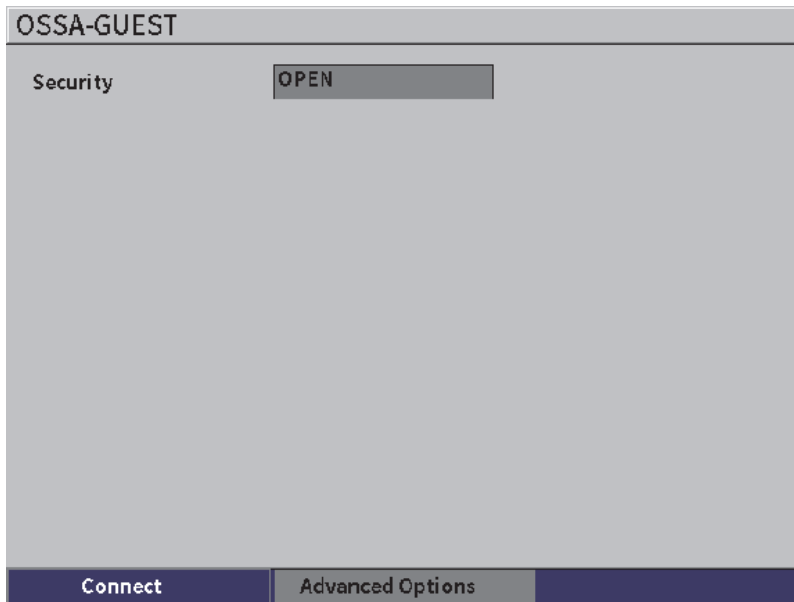

Abbildung 10-3 Anmeldefenster – Passwort nicht erforderlich
- b) Erfordert das von Ihnen ausgewählte Netzwerk kein Passwort, drücken Sie Enter, um eine Verbindung mit dem ausgewählten Netzwerk herzustellen (siehe Abbildung 10-3 auf Seite 172).